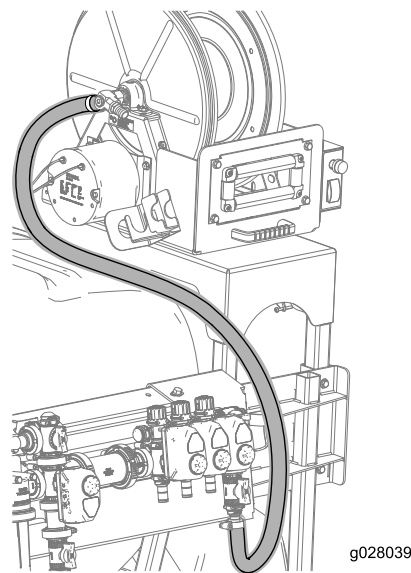

Figure 16
- 9. Branchez le flexible (71 po) au raccord cannelé sur le dévidoir et fixez le flexible à l'aide d'un collier, comme montré à la Figure 16.